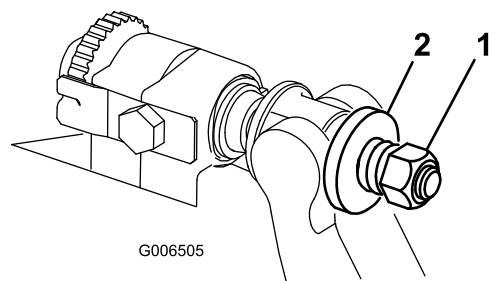

Рисунок 32
- Затягивайте гайку натяжения пружины до полного сжатия пружины, после чего ослабьте на ½ оборота (Рисунок 32).